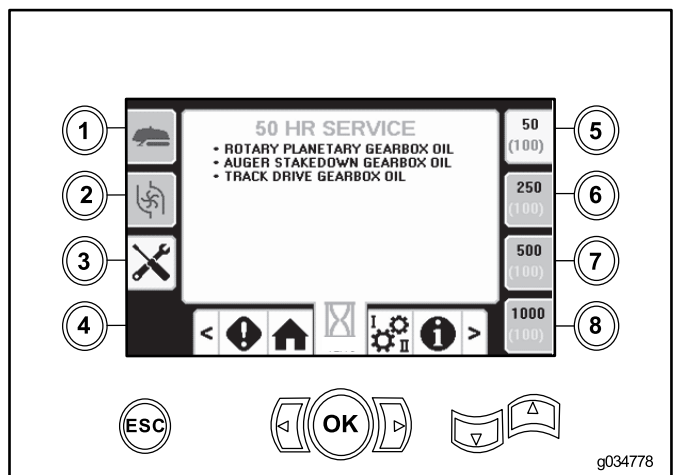

Figura 51
- Botón 5 – 50 horas (Figura 51)